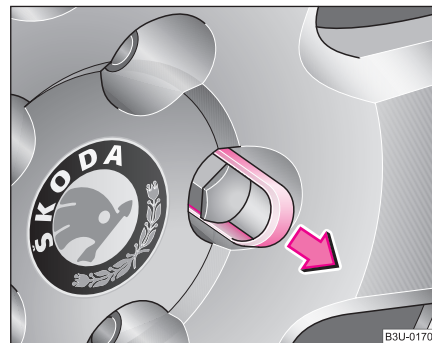

Fig. 189 Înlocuirea roții: Scoaterea capacelor
- Trageți capacul cu **brida din material plastic** ⇒ fig. 189.